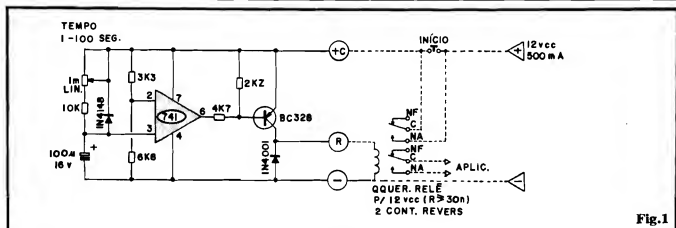
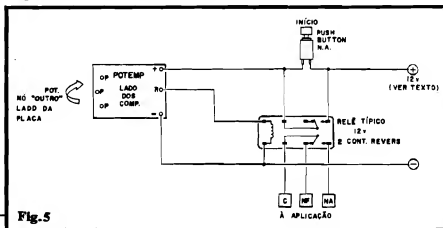

Fig.1
Fig. 5
- FIG. 1 - O CIRCUITO - No ângulo do circuito temos um Amplificador Operacional 741, "manjadíssimo" (barato e confiável...), trabalhando como comparador... Sua Entrada Inversora (pino 2) é mantida sob Tensão fixa, correspondendo a determinado percentual do valor geral da alimentação (12V nominais). Esse nível de referência é comparado pelo 741 com a Tensão aplicada à sua Entrada Não Inversora (pino 3). Esta, por sua vez, depende da carga assumida pelo capacitor eletrolítico (tipo tântalo, para boa estabilidade e precisão...) de 100u... A carga do dito capacitor se dá através do conjunto formado pelo resistor fixo de 10K e potenciômetro de 1M - linear, de modo que, através do ajuste dado ao ei-
- FIG. 5 - DIAGRAMA DAS CONEXÕES EXTERNAS E INSTALAÇÃO - Conforme deve ter ficado mais do que claro (veja as figuras anteriores, notadamente o esquema, na fig. 1) o módulo eletrônico do POTEMP apresenta apenas 3 conexões externas, a sa-
ber: (+) para o positivo da alimentação, via *push-button*, (R) para o relê, e (-) para o negativo da alimentação... Todas as outras conexões (em traçado na fig. 1) correspondem a disposições totalmente externas ao circuito, conforme ilustra, com clareza, a fig. 5. Notem que a bobina do relê ficará "entre" o terminal "R" e "-" do módulo e observem ainda que - obrigatoriamente - os contatos C e NA de um dos conjuntos do relê utilizado, devem ser ligados a ambos os "lados" do próprio interruptor geral de "início" (*push-button*). As conexões gerais de alimentação são mais do que óbvias, restando ao instalador respeitar as polaridades. Finalmente, os contatos "livres" do relê, serão destinados à utilização final (controle da carga de Potência), nas conformidades da aplicação desejada. Quanto aos 12V da alimentação, conforme já foi mencionado, devem ser capazes de oferecer uma Corrente de até 500mA, para que tudo possa trabalhar com a devida "folga"... Na verdade, o circuito do POTEMP é tão pouco "fresco", que mesmo fontes sumárias (um transformador, dois diodos e um eletrolítico...) poderão, com segurança, energizar o circuito, sem grandes "galhos"... Como 12 VCC é uma Tensão quase que "standartizada" em equipamentos profissionais/industriais, em muitos casos será possível o "furto", puro e simples, da energia de alimentação do próprio maquinário a ser controlado, ou de linhas compartilhadas de alimentação já existentes...
lo/réle, conforme ilustram as figs. 1 e 5.